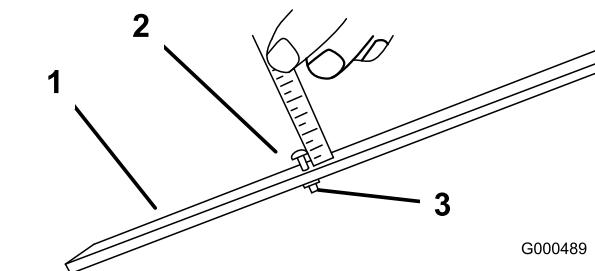

図 48
3. ゲージバー図48のナットをゆるめ、調整ねじを希望の刈り高に合わせるねじの頭の下からバーの表面までの距離が刈り高となる。